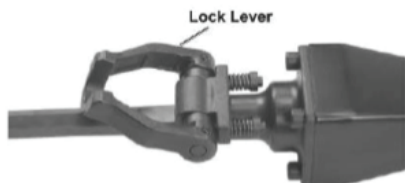

figura 2
2. Introduceți dalta cu adâncitura înspre maner, așa cum este afișat în figura 2